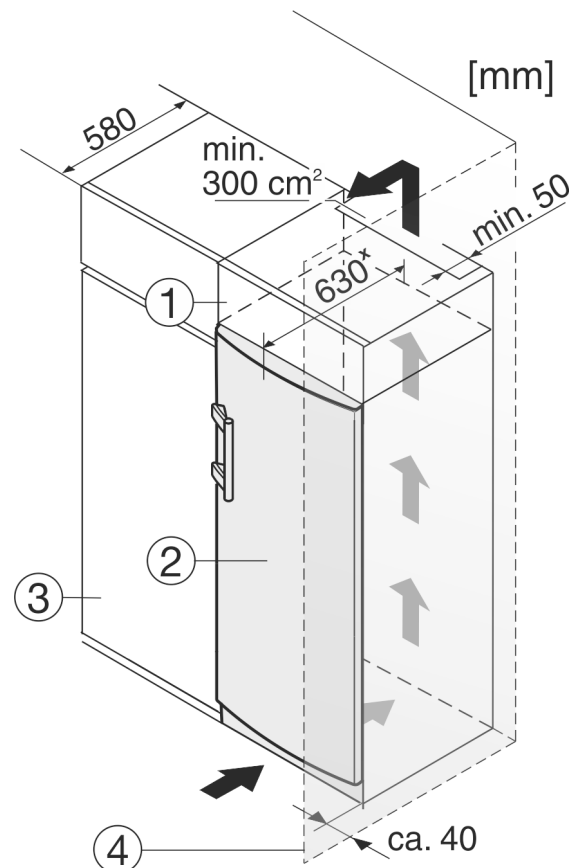

Fig. 10
Устройство может быть окружено кухонными шкафами. Чтобы уравнивать устройство Fig. 10 (2) по высоте с кухонной стенкой, можно установить над устройством дополнительный шкафчик Fig. 10 (1).
При комбинировании с кухонными шкафами (глубина макс. 580 мм) устройство можно установить непосредственно рядом с кухонным шкафом Fig. 10 (3). Устройство выступает сбоку на 34 мм \* и по центру на 50 мм \* относительно передней стенки кухонного шкафа.
Если устройство установлено на шарнирах у стены *Fig. 10 (4)*, то расстояние между устройством и стеной должно быть не менее 40 мм. Настолько выступает ручка при открытой двери.